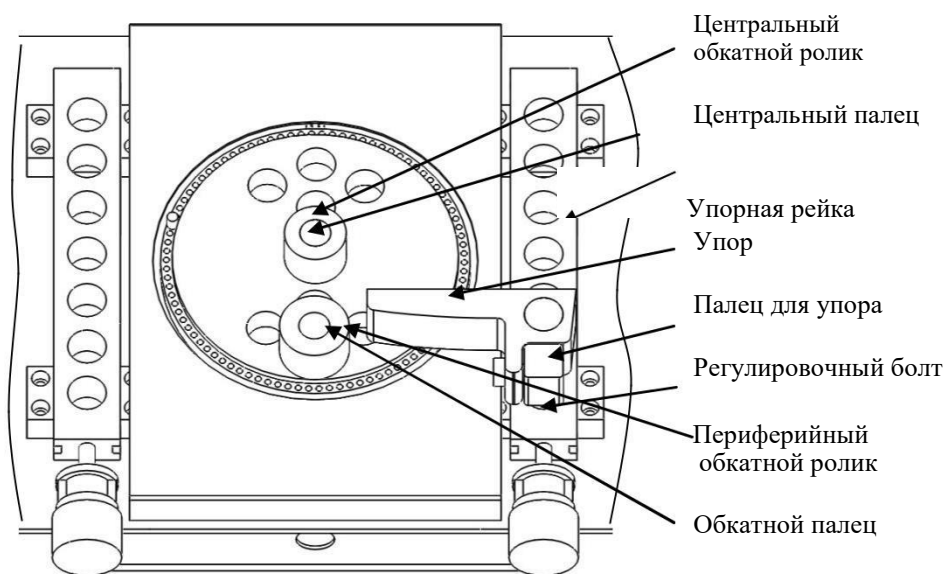

Рис. 3 Рабочая поверхность
- Установите упор в упорную рейку. Упор необходимо зафиксировать при помощи квадратного пальца и регулировочного болта (см рис. 3). Упор рекомендуется использовать при малых диаметрах. Для больших диаметров рекомендуется использовать пальцы, во избежание повышенного трения.